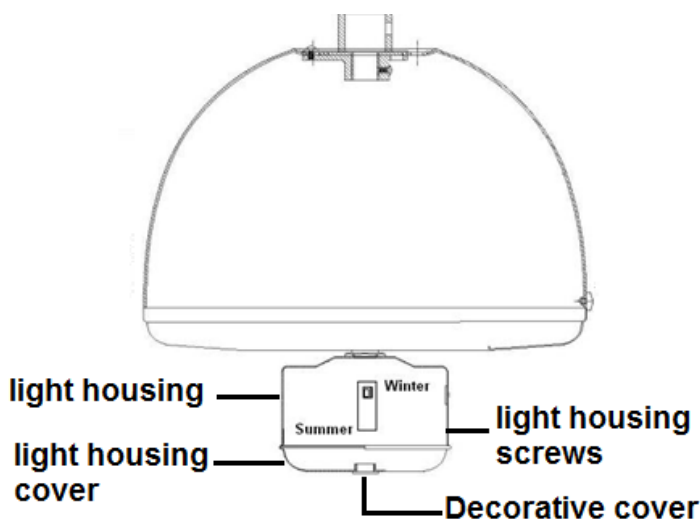

Abb. 8
1. Die Schrauben des Beleuchtungsgehäuses lockern und Gehäuseabdeckung entfernen (Abb.8)